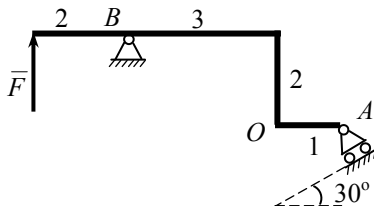

Рис. 3
- 3^{мех.} Произведите перенос силы $\vec{F}$ параллельно самой себе в точку O (рис. 3).
4. Запишите 1-е уравнение равновесия твердого тела: условие равенства нулю суммы проекций сил на ось x (рис. 3).